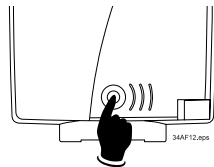

Bild 2: Entriegelungsknopf
- Drücken Sie den Entriegelungsknopf an der Rückseite des mecablitz (Bild 2).
- Drücken Sie den Entriegelungsknopf an der Rückseite des mecablitz (Bild 2) und ziehen das Gerät von der Kamera ab.